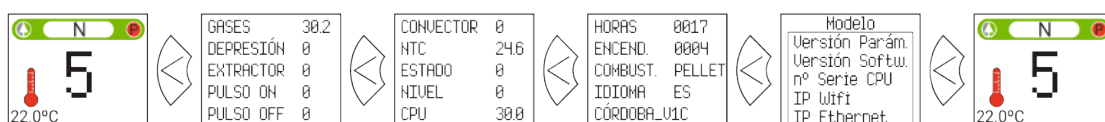

Figura 20
- Teclado: Color icono (punto ③ de las figuras 4 y 5) o bien comprobando el valor numérico (figura 20 del apartado 3.10).